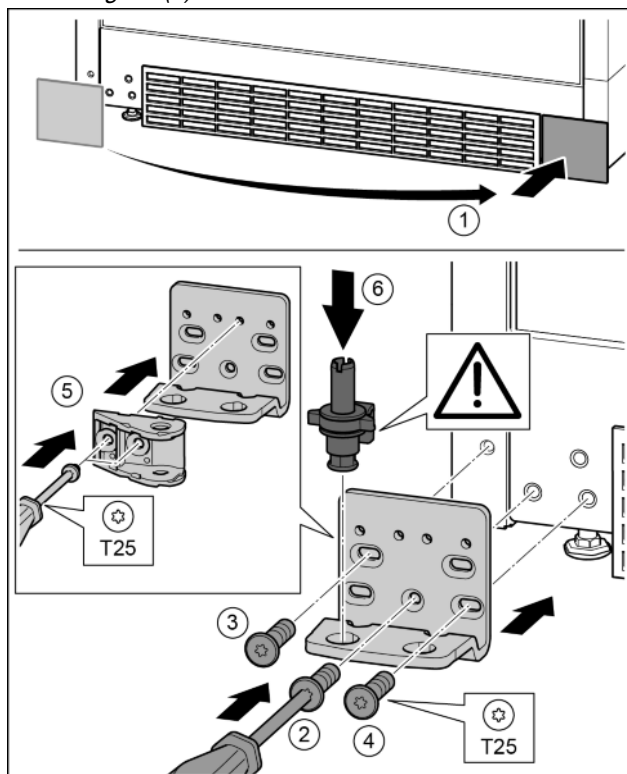

Fig. 27
- ▶ Sejměte kryt a připevněte jej na druhé straně. Fig. 27 (1)
- ▶ Nasadíte stojan ložiska na druhé straně a přišroubujte pomocí šroubováku T25. Začněte šroubem 2 dole uprostřed. Fig. 27 (2)
- ▶ Pevně utáhněte šroub 3 a 4. Fig. 27 (3, 4)
- ▶ Spojení tlumiče zavírání otočte o 180°. Šroubovákem T25 přišroubujte na druhé straně stojanu ložiska. Fig. 27 (5)
- ▶ Zcela vložte ložiskový čep. Přitom dávejte pozor, aby zajišťovací vačka směřovala dozadu. *Fig. 27 (6)*